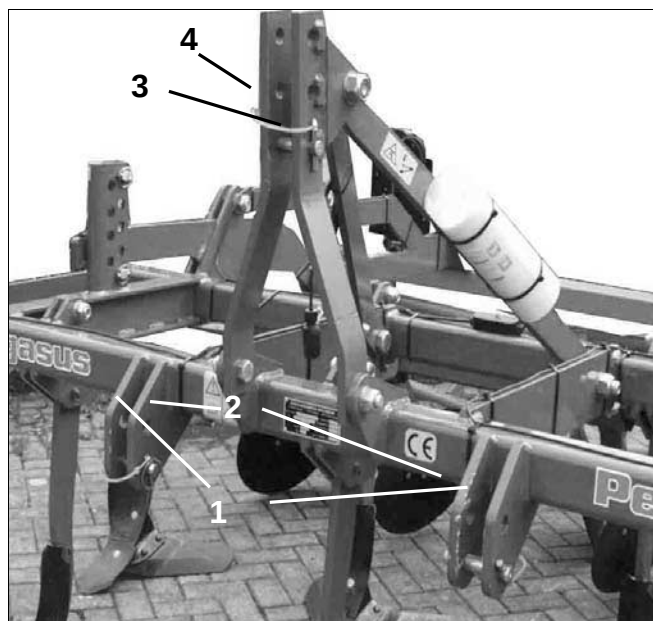

Fig. 8
- Montez les bras inférieurs du tracteur sur les points inférieurs (Fig. 8/1) d'attelage de la machine, en utilisant les axes de bras inférieurs, et goupillez en sécurité (Fig. 8/2).
- Attachez le bras supérieur du tracteur sur le point d'attelage supérieur (Fig. 8/3) de la machine, en utilisant l'axe du tirant supérieur et goupillez en sécurité (Fig. 8/4).